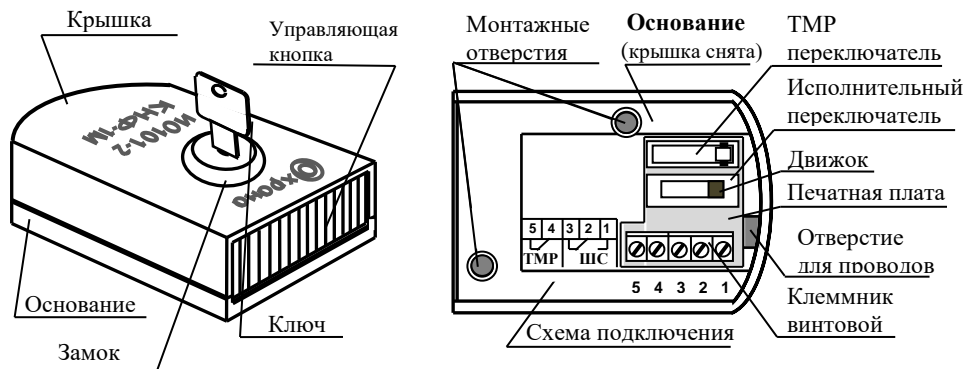
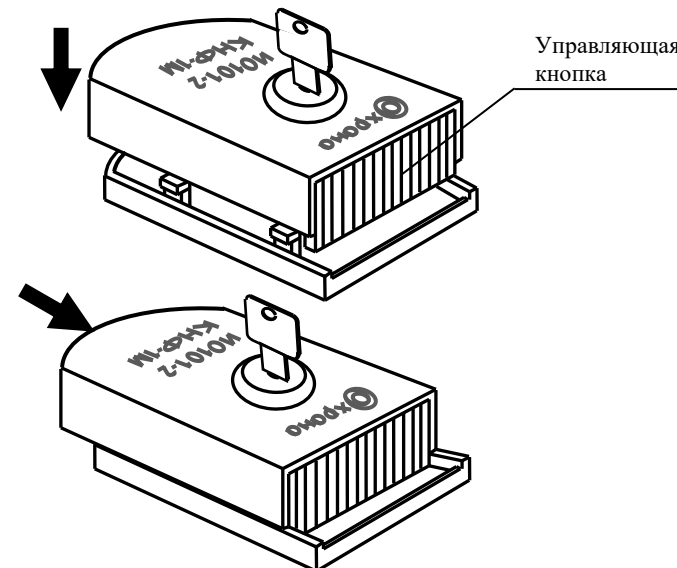

Рисунок 1
Рисунок 3
- 6.2.3 Пропустить провода через отверстия в основании извещателя (Рис.1,2) и подключить их к контактам клеммника винтового в соответствии со схемой подключения (Рис.1).
- 6.2.4 Закрепить основание на выбранном месте с помощью 2-х винтов (саморезов) из комплекта поставки через монтажные отверстия (Рис.1).
- 6.2.5 Установить крышку с управляющей кнопкой на основание в соответствии с Рис.3. При этом управляющая кнопка и ключ в замке должны находиться в положении, показанном на Рис.3, а движок исполнительного переключателя – в положении, показанном на Рис.1. Далее нажать на крышку до щелчка в направлении, показанном стрелкой. Повернуть ключ по часовой стрелке до упора и вынуть его из замка.
Далее вставить ключ в замок и повернуть его против часовой стрелки до упора. При этом управляющая кнопка должна установиться в положение, приведенное на Рис.3. Повернуть ключ по часовой стрелке до упора и вынуть его из замка.